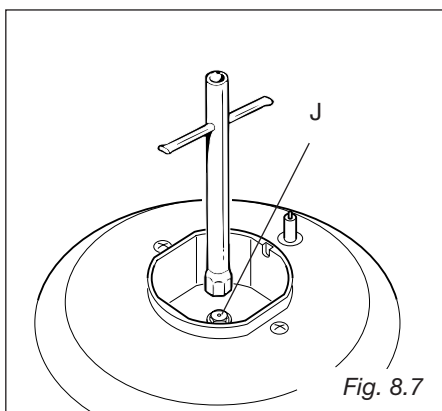

Fig. 8.7
- A l’aide d’une clé plate, remplacer les injecteurs “J” (Fig. 8.7, 8.8) par ceux qui conviennent au gaz que l’on va utiliser. (vd. Tableau des injecteurs).